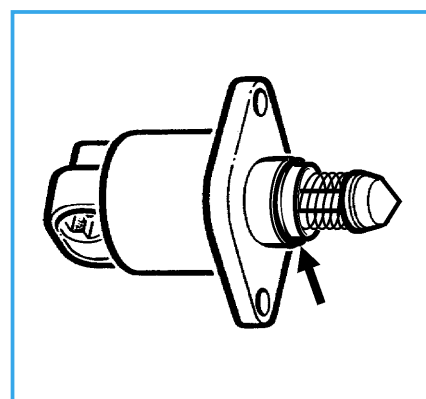

Fig. 1 Moteur pas à pas avec joint torique d'étanchéité (flèche)
Pour les véhicules mentionnés ci-dessus, le programme de produits a été complété par les moteurs pas à pas, fig. 1.
Conformément à la fig. 1, y compris le joint torique d'étanchéité (flèche).
- Il faut également veiller à ce que le joint torique d'étanchéité (flèche), fig. 1, soit bien positionné.